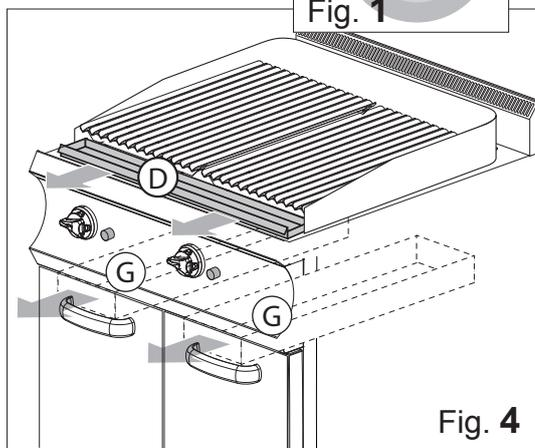
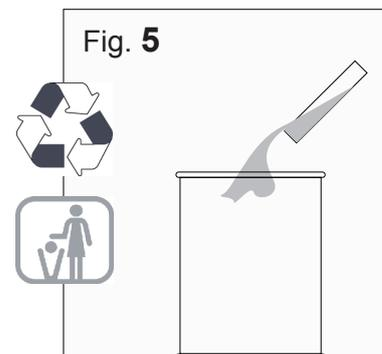
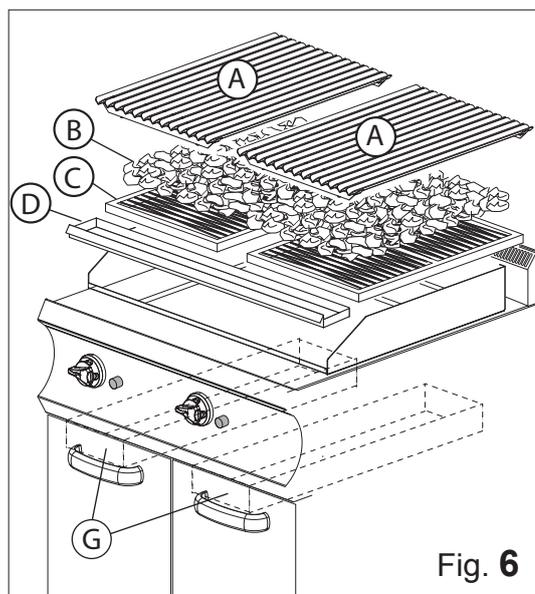

Fig. 4
Fig. 5
Fig. 6
- слив отработанного масла (емкость на рис. 6, поз. D).
- выгрузка золы (контейнер на рис. 6, поз. F).
- Извлечь контейнер и опорожнить его при соблюдении порядка утилизации, предусмотренного по месту эксплуатации изделия (рис. 4, поз. D. рис. 5). Затем установить опорожненную емкость на свое место.
- Проверить уровень наполнения контейнера золы (рис. 4, поз. G), при необходимости опорожнить его и установить на место.
- Поднять и снять жарочные панели (рис. 6, поз. A).
- Извлечь израсходованные камни (рис. 6, поз. B).
- Очистить контейнер для камней (рис. 6, поз. C) и контейнеры сбора золы, предварительно выдвинув их из изделия (рис. 4, поз. G).
<p>Очистка после смены лавовых камней</p> <p>При замене израсходованных лавовых камней необходимо:</p> <ul style="list-style-type: none"> • Дождаться охлаждения варочной поверхности, чтобы исключить риск получения ожогов пользователем. • выполнить порядок действий по ежедневному уходу из пунктов 1-2-3 • Извлечь израсходованные камни (рис. 6, поз. В). очистить контейнер для камней; • Положить новые камни на соответствующее место. • выполнить порядок действий по ежедневному уходу из пунктов 4-5.